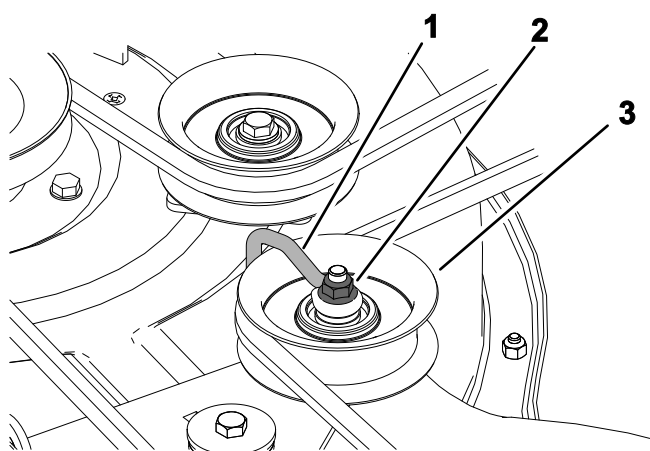

Figura 57
6. Para plataformas prensadas, desaperte a porca que fixa a forma de arame à polia intermédia (Figura 57).
Nota: Posicione a forma de arame contra o braço intermédio como se mostra na Figura 57.